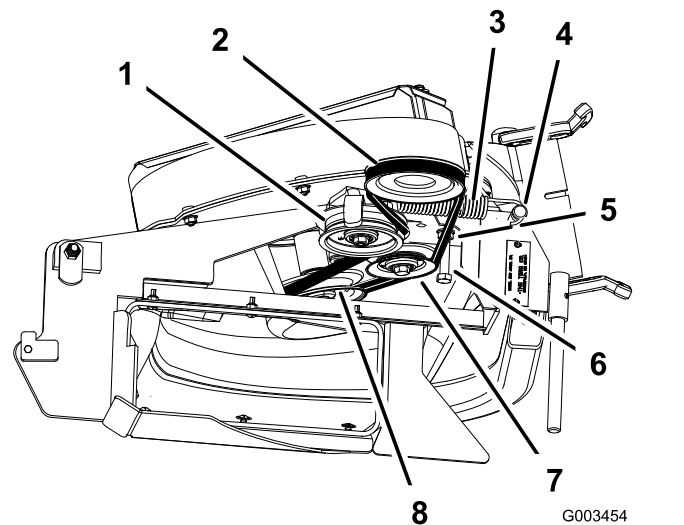

Figure 43
- Desserrez le boulon du guide-courroie (Figure 43).
- Faites passer la courroie neuve autour de la poulie de ventilateur (Figure 43).
- Serrez le boulon du guide-courroie (Figure 43).
9. Placez la courroie sur la poulie de tension rappelée par ressort (Figure 43).